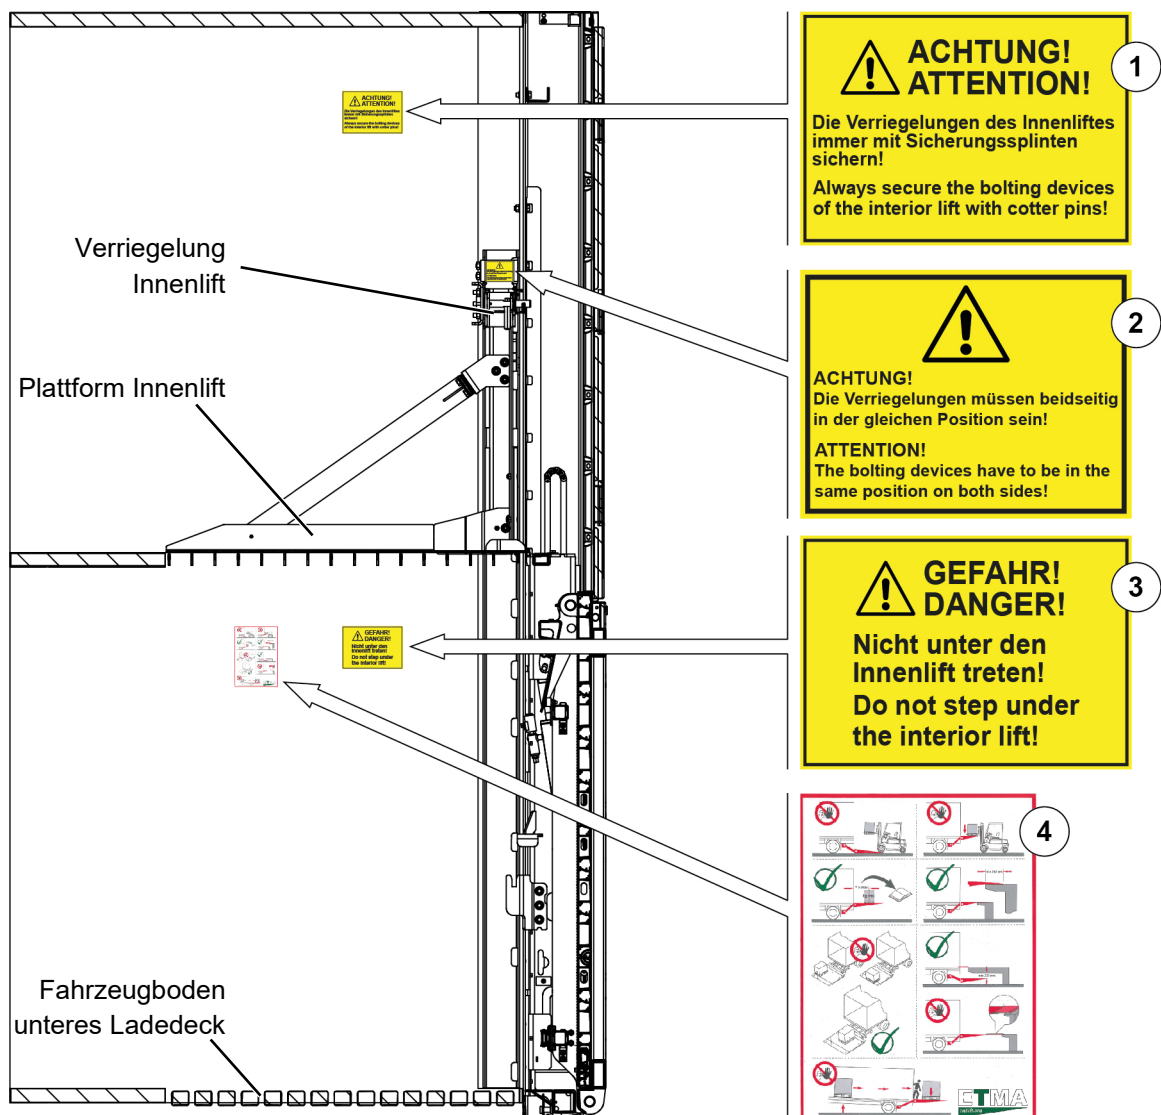
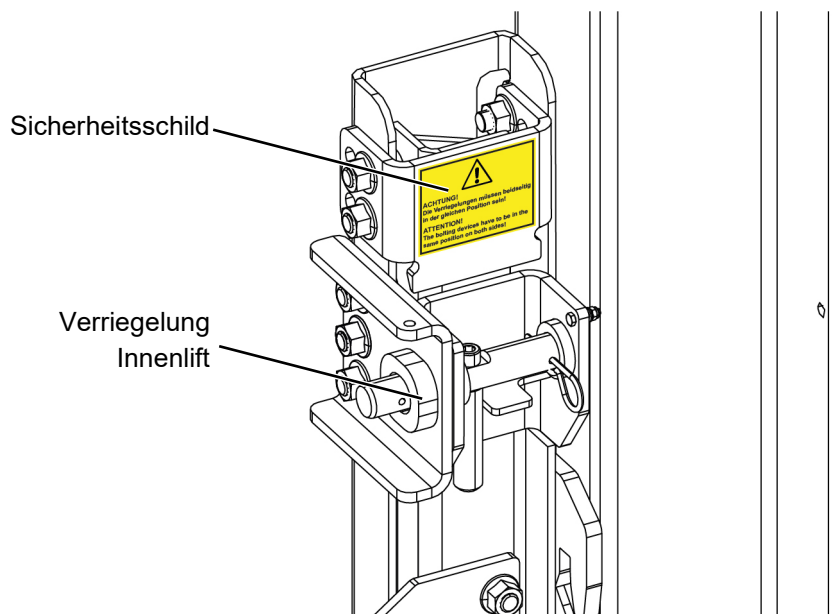

Abbildung 30: Sicherheitsschilder (1)
Abbildung 31: Sicherheitsschilder (2)
- ▶ Kleben Sie die Sicherheitsschilder „Achtung! Die Verriegelungen des Innenliftes immer mit Sicherungssplintn sichern!“ (1) an beide Innenseiten des Fahrzeugladerraums. Kleben Sie in Sichthöhe von der vollständig angehobenen Plattform des Innenliftes aus, wie in Abbildung 30 dargestellt.
- ▶ Kleben Sie die Sicherheitsschilder „Gefahr! Nicht unter den Innenlift treten!“ (3) an beide Innenseiten des Fahrzeugladerraums. Kleben Sie in Sichthöhe vom Boden des unteren Ladedecks aus im Bereich unter der angehobenen Plattform des Innenliftes.
- Kleben Sie die Sicherheitsschilder „Achtung! Die Verriegelungen müssen beidseitig in der gleichen Position sein!“ (2) oberhalb beider Verriegelungen an die Führungen des Innenliftes (siehe Abbildung 31 und Abbildung 30, Seite 41, Pos. 2).
- Kleben Sie das ETMA-Hinweisschild an eine der Innenseiten des Fahrzeugraums. Kleben Sie in Sichthöhe vom Boden des unteren Ladedecks aus (siehe Abbildung 30, Seite 41, Pos. 4).